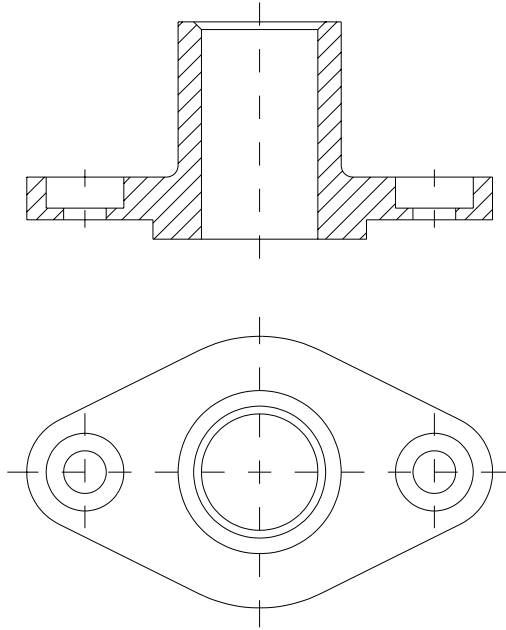

Fig. 7.13
- **Hașurarea suprafețelor rezultate din secționare,** realizată pe layer-ul "HASURI" (fig. 7.13).